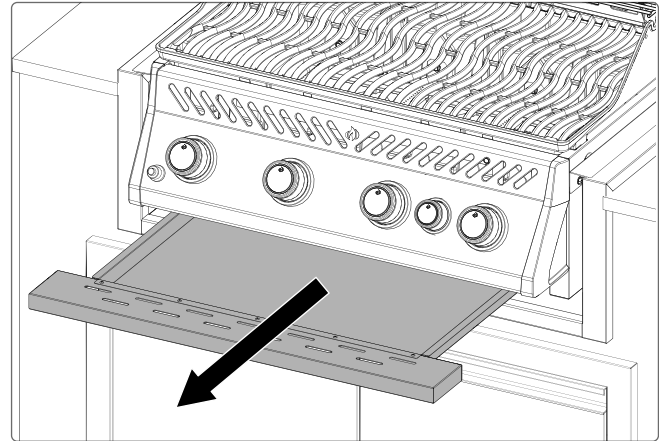

Abb. 14
1. Entfernen Sie die Schraube(n), die den Brenner an der Rückwand des Grills befestigen. Schieben Sie den Brenner nach hinten und oben, um ihn zu entfernen (**Abb. 14**).